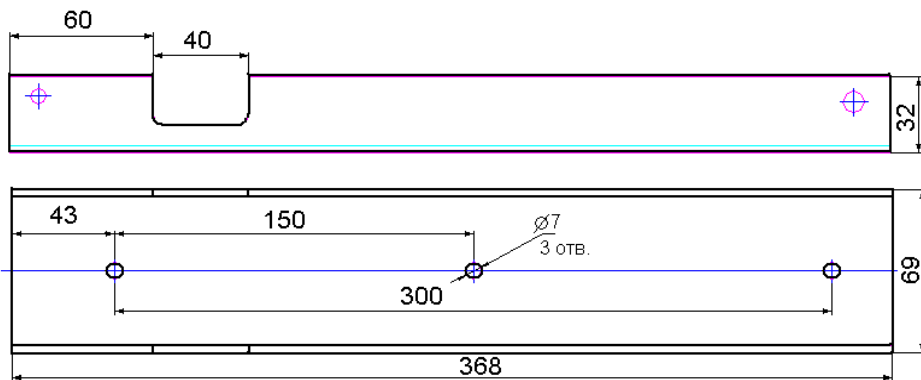

Рис. 4 - Крепёжная площадка МПП «Гарант-12»
6.3 Закрепить крепёжную(ые) площадку(и) модуля(ей) в соответствии с определёнными местами (по п. 6.2). Координаты отверстий для крепления модулей «Гарант-12» показаны на рис. 4.